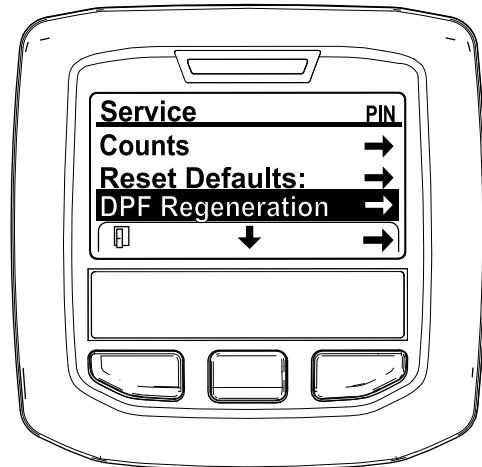

**Bild 45**
2. Navigieren Sie auf das HAUPTMENÜ, drücken Sie die mittlere Taste, um auf das Menü SERVICE zu navigieren; drücken Sie die rechte Taste, um die Option SERVICE auszuwählen (Bild 45).